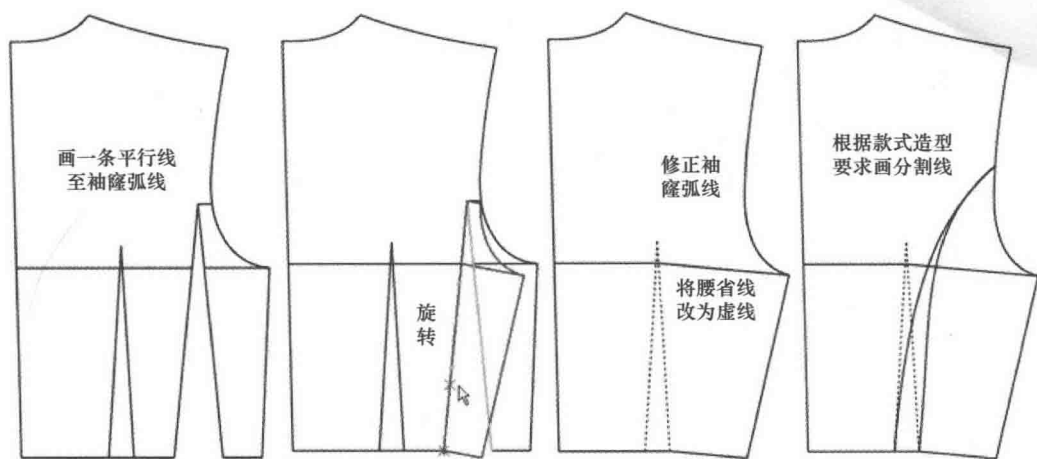

图4-49 后片公主缝分割设计步骤2
(7) 选择 【调整】工具调顺袖窿弧线，把线型改变为虚线 ，选择 【设置线的颜色类型】工具点击腰省线。使腰省线变为虚线。
(8) 选择 【智能笔】工具根据款式造型要求画分割线，选择 【调整】工具调顺分割线，5~8步骤如图4-49所示。